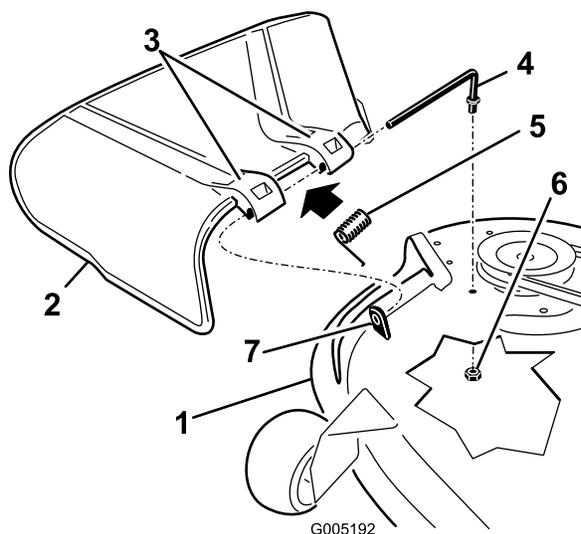

Figura 72
1. Togliete il dado ($\frac{3}{8}$ ") dall'asta sottostante il tosaerba (Figura 72).
2. Estraiete l'asta dal distanziatore corto, dalla molla e dal deflettore dell'erba (Figura 72).
4. Riposizionate il deflettore dell'erba (Figura 72).
7. Fate scorrere l'asta attraverso la seconda staffa del deflettore dell'erba (Figura 72).
9. Fissate l'estremità posteriore dell'asta nel tosaerba con un dado ($\frac{3}{8}$ "), come mostrato in (Figura 72).